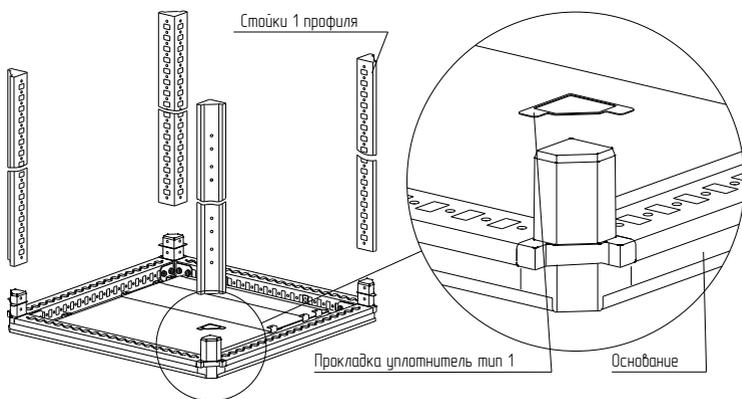

Рисунок 1
4.1.3 Надеть сверху на основание четыре прокладки уплотнителя тип 1 и стойки 1 профиля (рисунок 1).